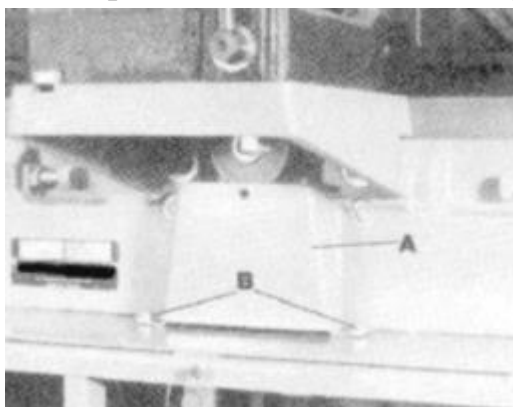

Рис. 13 Регулировка натяжения ремня
2. Если требуется серьезная регулировка, то монтажные планки двигателя (F), Рис. 13, можно переставить на две стойки (G).
Для сборки ремня фрезерной головки и ограждения шкива (A), Рис. 13, поместите ограждение на станину фуговального станка и закрепите его двумя винтами 5/ 8" (B), шайбами и шестигранными гайками, входящими в комплект поставки.